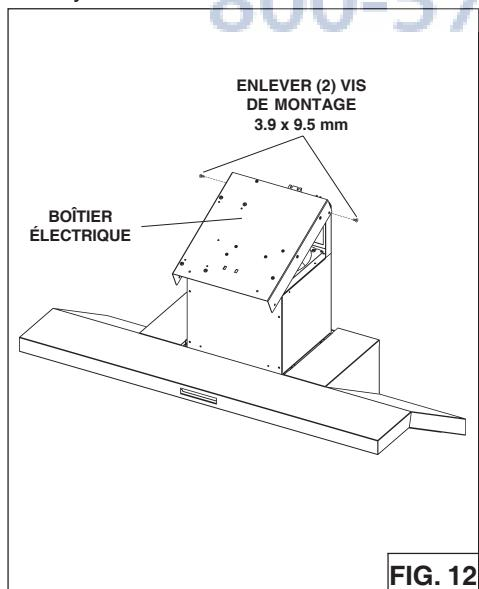
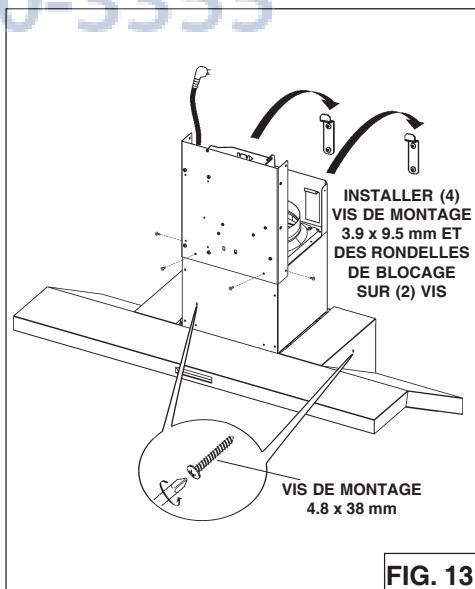

FIG. 12
FIG. 13
1. Enlevez le boîtier électrique du cadre de la cheminée en retirant (2) vis de 3,9 x 9,5 mm. Fig. 12.
2. Fixez le boîtier électrique au cadre à l'aide des (2) vis de 3,9 x 9,5 mm enlevées à l'étape 1 et de (2) vis 3,9 x 9,5 mm et (2) rondelles de blocage du sachet de quincaillerie.
3. Installez la hotte sur les brides de montage au mur. Fig. 13. Réglez les vis de nivellement des brides de montage afin de mettre la hotte de niveau.
4. Marquez et installez (2) vis supplémentaires, tel qu'illustre. Utilisez les chevilles d'ancrage pour cloisons sèches s'il y a lieu.